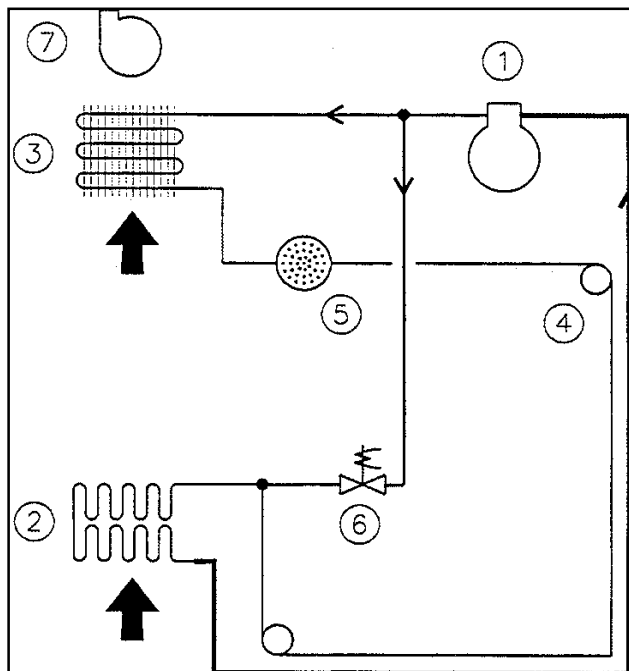

Рис. 1
На Рис. 1 показана принципиальная схема осушителя с холодильным контуром. Подлежащий осушению воздух всасывается вентилятором (7) и подается после прохождения фильтра в испаритель (2), где охлаждается до температуры ниже точки росы, в результате чего пары воды конденсируются на трубках испарителя.